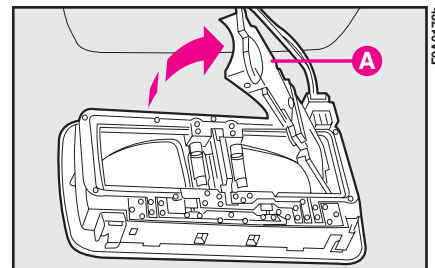

fig. 38
2) Aprire il contenitore **A-fig. 38** delle lampade.